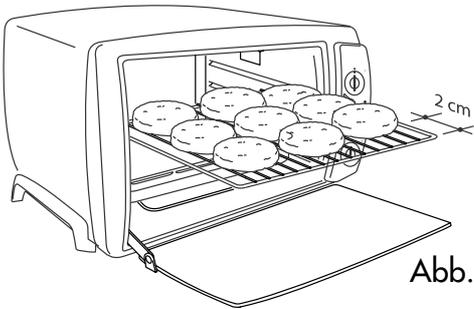
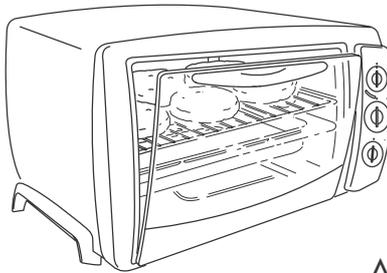

Abb. 1
Abb. 2
Das Grillgut direkt auf den Rost legen und die Fettpfanne (N), wie in Abbildung 1 dargestellt, in die mittlere Schiene (2) einschieben. Die Tür wie in Abbildung 2 anlehnen und nicht ganz schließen. Wir empfehlen Ihnen, ein Glas Wasser in die Fettpfanne (N) zu geben, um diese später leichter reinigen zu können und um den vom verbrannten Fett verursachten Rauch zu vermeiden.
**Wichtig:** Zum Erzielen optimaler Ergebnisse positionieren Sie das Grillgut so auf dem Rost (O), dass etwa 2 cm Freiraum zur Tür bleibt (siehe Abbildung 1).